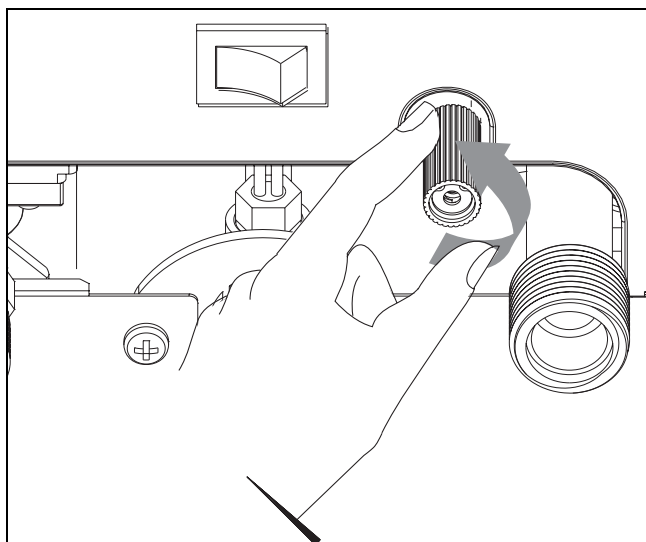

Fig. 10 Válvula de sobrepressão e drenagem
- ▶ Desaperte a válvula de sobrepressão e drenagem como indicado na Fig. 10.
- Purgar o aparelho (→ Fig. 10).